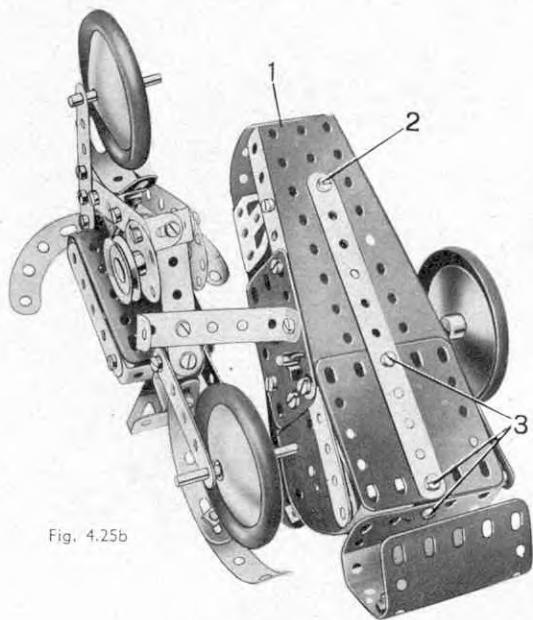

Fig. 4.25b
Le réservoir à essence est figuré par une plaque flexible de 14 x 4 cm. pliée en U et fixée à une bande coudée de 38 x 12 mm. par des équerres. Une bande de 5 trous est fixée au rebord de la bande coudée et le tout est boulonné sur la bande (4). L'embase triangulée coudée qui représente la selle est aussi reliée à la bande (4) par une équerre renversée. La bande (4) porte à son extrémité avant un support double auquel sont boulonnées deux bandes de 5 trous. Ces deux bandes sont munies de disques et réunies par un support double formé de deux équerres (fig. 4.25b).